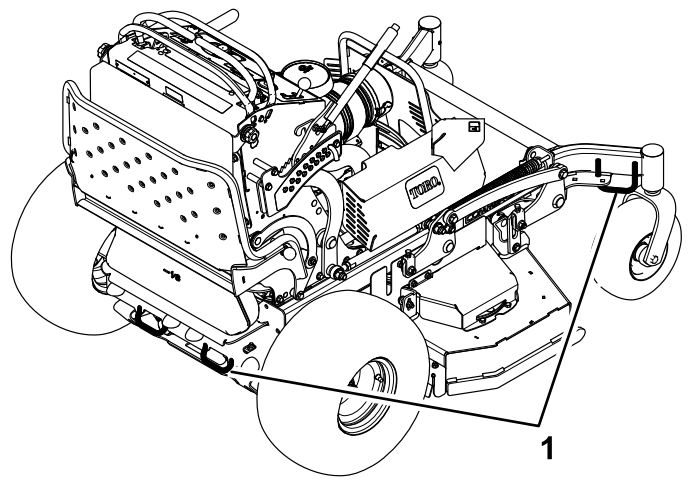

Figura 27
7. Amarre la máquina junto a las ruedas giratorias delanteras y el guardabarros trasero con correas, cadenas, cables o cuerdas (Figura 27). Consulte la normativa local respecto a los requisitos de amarre.